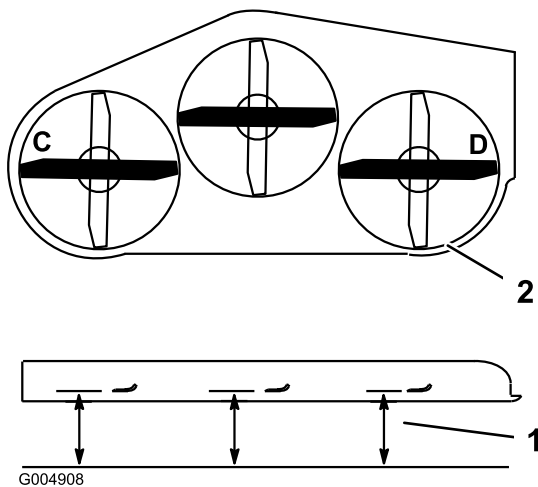
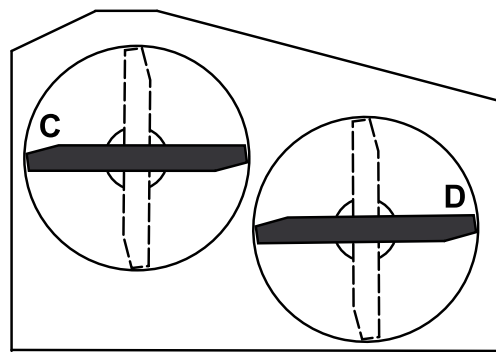

Figura 71
Figura 72
- Coloque las cuchillas en posición lateral. Mida en las posiciones C y D desde una superficie nivelada hasta el filo de corte de los extremos de la cuchilla (Figura 71). Para las plataformas de cortacésped de 36 pulgadas, consulte la Figura 72.